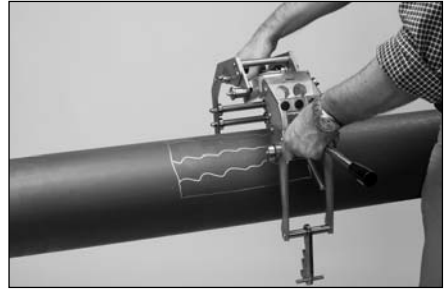

Abb. 3
- Klappen Sie das Oberteil (2) und das Unterteil (1) auseinander. Setzen Sie das FWSGS 225 von oben auf das Rohr (Abb.3).